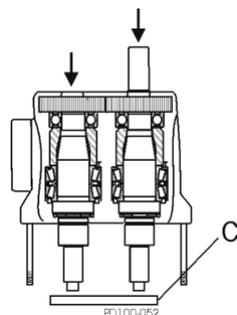

Ilustración 44 - Presionar los ejes desde la caja de engranajes
5. Coloque la caja de engranajes en una prensa de husillo con el extremo líquido orientado hacia abajo. Proteja los extremos del eje con un bloque de madera o plástico (Ilustración 44, elemento C) y empuje los ejes fuera de la caja de engranajes.